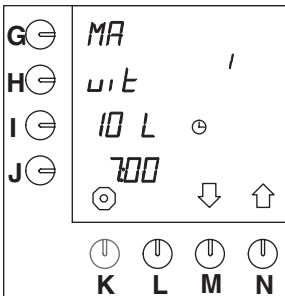

Fig. 44 Voorgeprogrammeerde instelling (niet actief)
Er zijn veertien voorgeprogrammeerde "tijdsinstellingen" voor alle dagen van de week. Zodra zij via onderstaande procedure geactiveerd worden zullen zij pas actief en zichtbaar worden in de gebruikersmodus. Alle instellingen kunnen naar wens ingesteld worden. De veertien instellingen staan standaard op (fig. 44):
- Druk op selectietoets (N.)↑ tot fig. 44 in het display verschijnt.